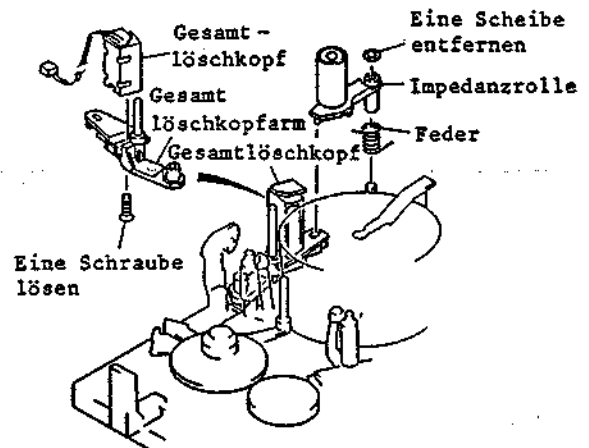

Abb. 2-46 Ausbau des Gesamtlöschkopfes
2. Eine (1) Sicherungsscheibe der Impedanzrolle entfernen, und die zwischen der Impedanzrolle und dem Chassis angeordnete Feder freigeben (siehe Abb. 2-46).
4. Den Gesamtlöschkopf aus dem Chassis ziehen, und eine (1) Schraube an der Rückseite des Gesamtlöschkopfes lösen.